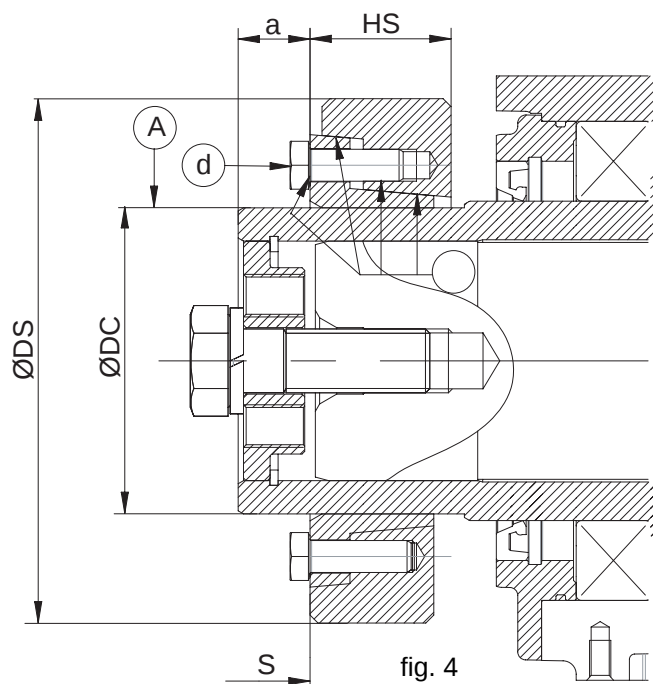

fig. 4
- Lubrifier le logement du joint (fig.4 pdf. A).
- En cas d'ancien joint, le démonter pour graisser les zones "C" (voir fig. 4).
- Monter le couplage dans son logement sur l'arbre du réducteur sans serrer les vis, en le positionnant selon la cote "a" (voir fig. 4).
- Lorsque le montage du joint a été terminé correctement, il est possible de le vérifier visuellement dans la mesure où les faces d'appui des anneaux interne et externe doivent se situer sur le même plan (voir fig. 4 pdf. S).